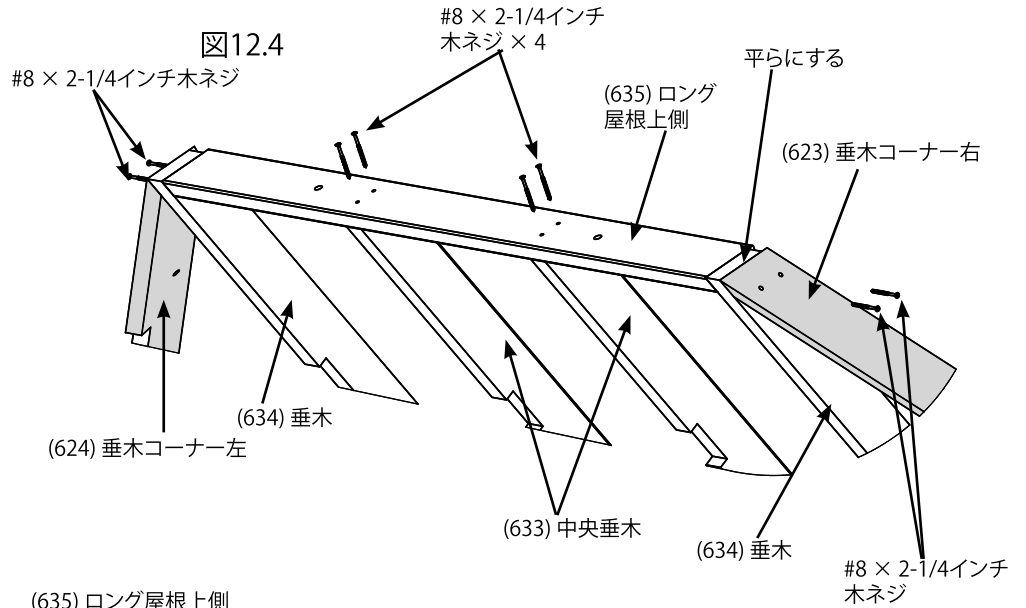

図12.3
E: 上側がエッジと平らになるように、大鼻隠し梁組み立てに1つの(624) 垂木コーナー左と1つの(623) 垂木コーナー右を置き、そして、ボードごとに2本の#8 × 2-1/4インチ木ネジで(634) 垂木に、ボードごとに1本の#8 × 2-1/4インチ木ネジで大鼻隠し梁組み立てに取り付けます。(図12.3、12.4と12.5)
F: 図12.3に示すように、組み立て上側と平らにして、両方の(623) 垂木コーナー右と(624)垂木コーナー左にぴったりと合うように、大鼻隠し梁組み立て内に、パイロット穴の上に1つの(629) 垂木ショートRT、1つの (632)垂木中央RT、1つの (631) 垂木中央LTと1つの(630)垂木ショートLTを置きます。垂木ごとに1本の#8 × 2-1/2インチ木ネジで垂木に大鼻隠し梁組み立てを取り付けます。(図12.3、12.5)